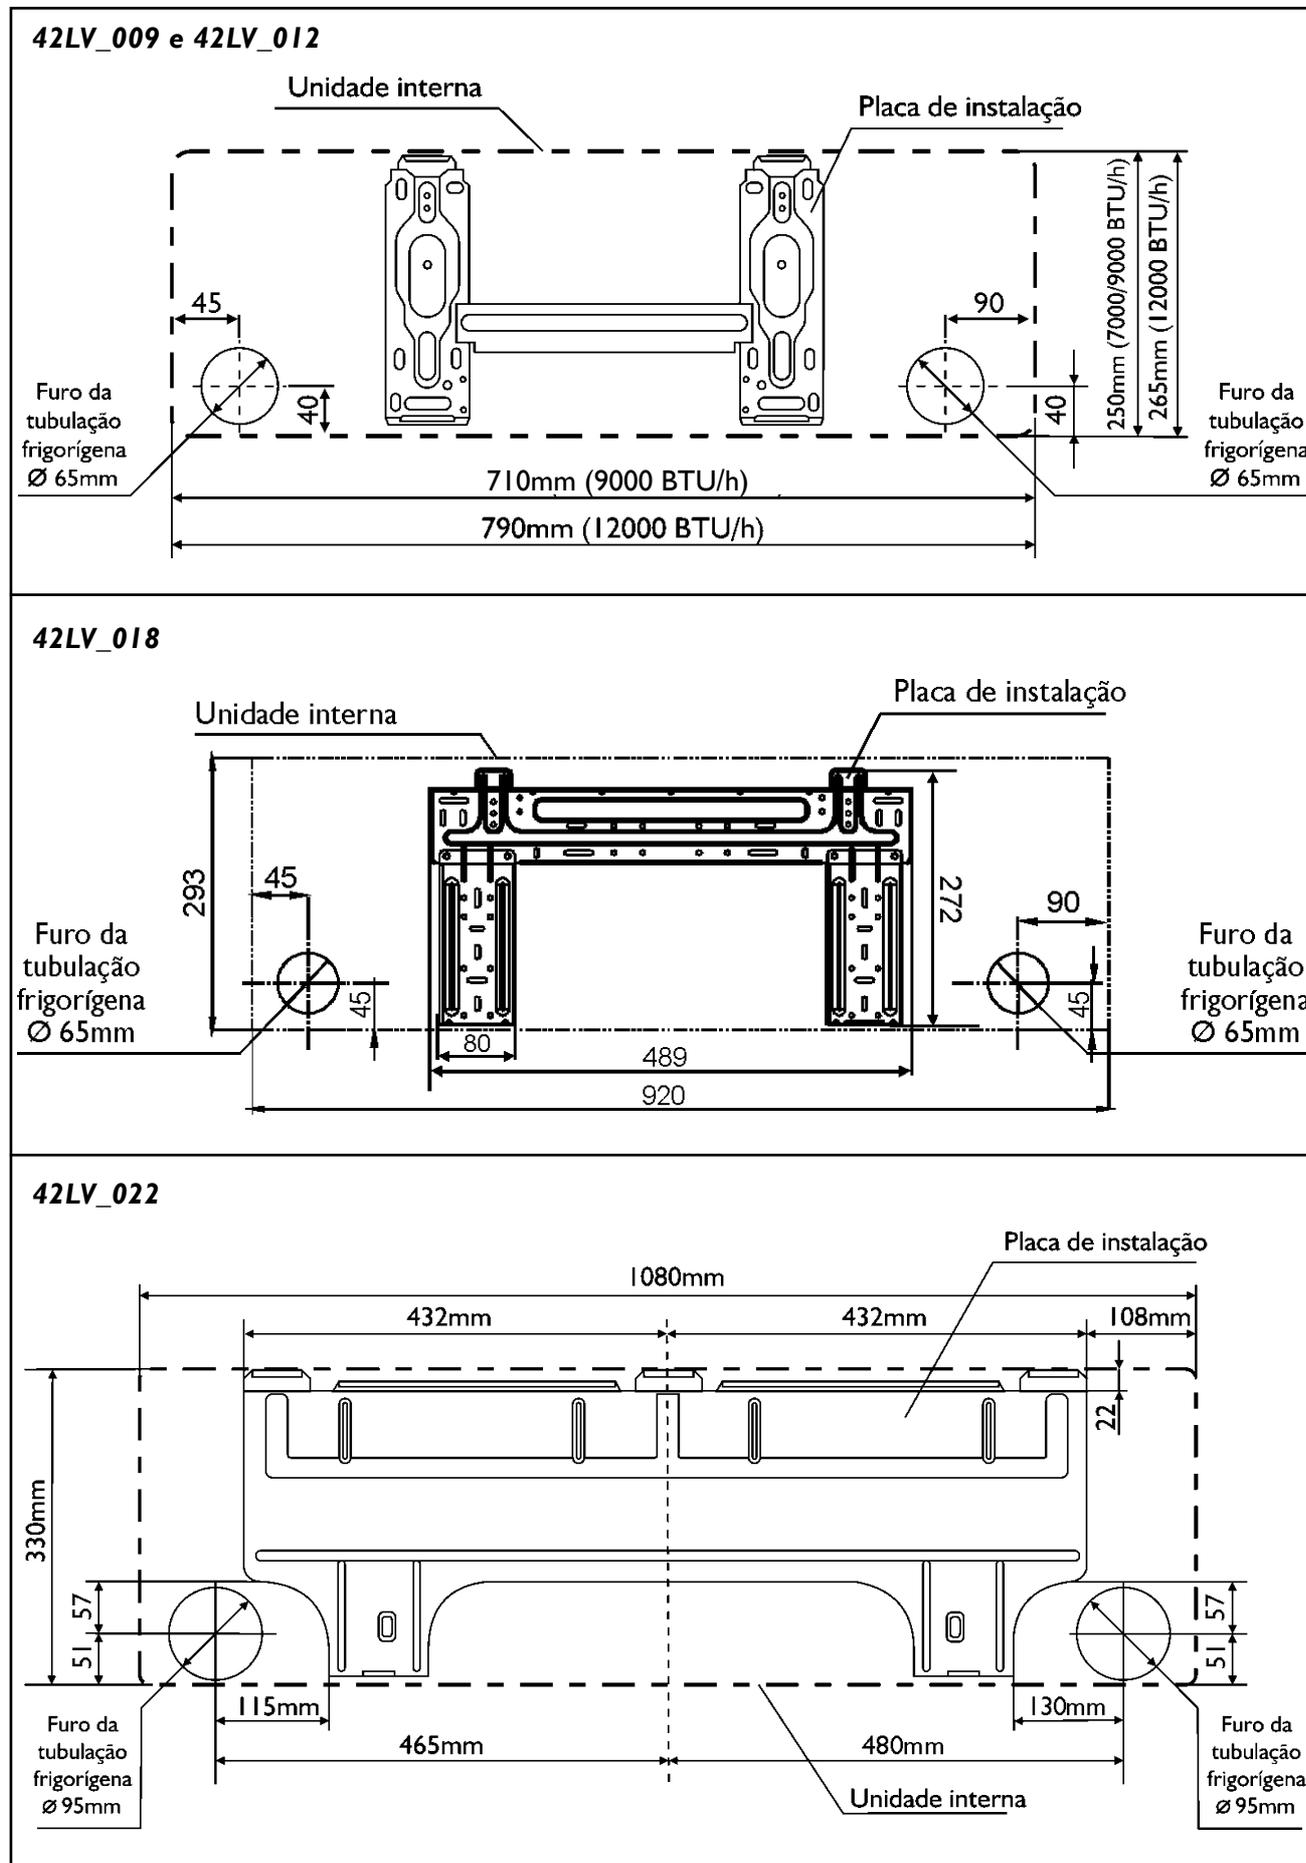

Figura 13 - Suporte de montagem e dimensões
- Fixe o suporte à parede com parafusos auto-atarraxantes através dos furos próximos à borda externa dele como mostrado na figura 13 (Coloque parafusos em todos os furos superiores).
Veja na figura 13 as dimensões para furação do dreno conforme cada capacidade.